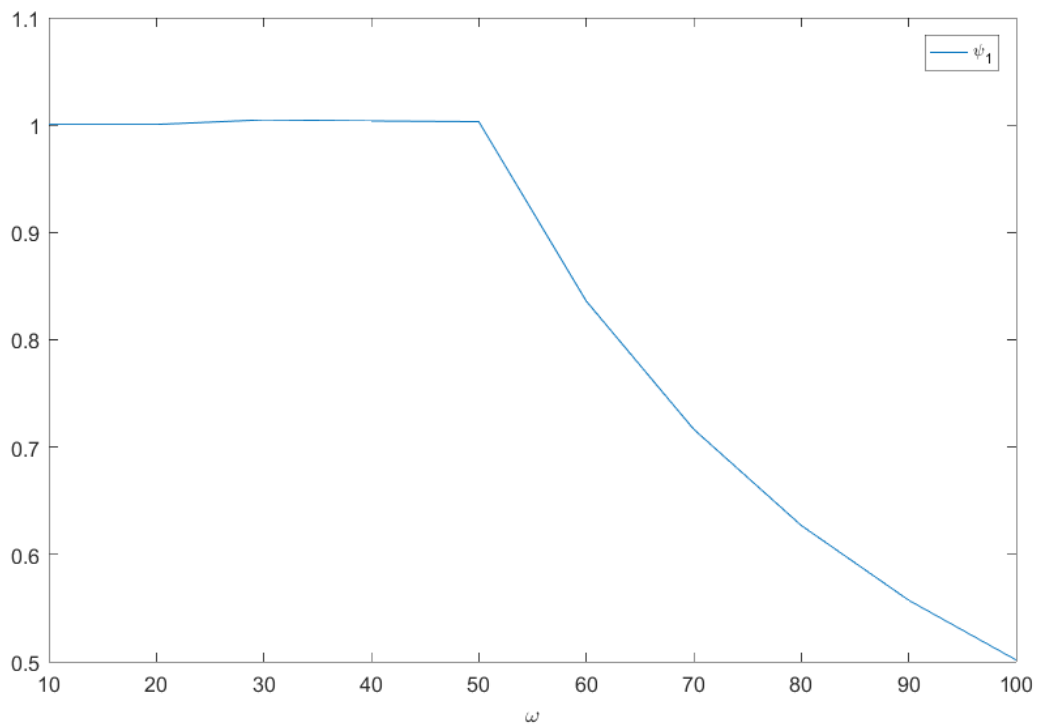
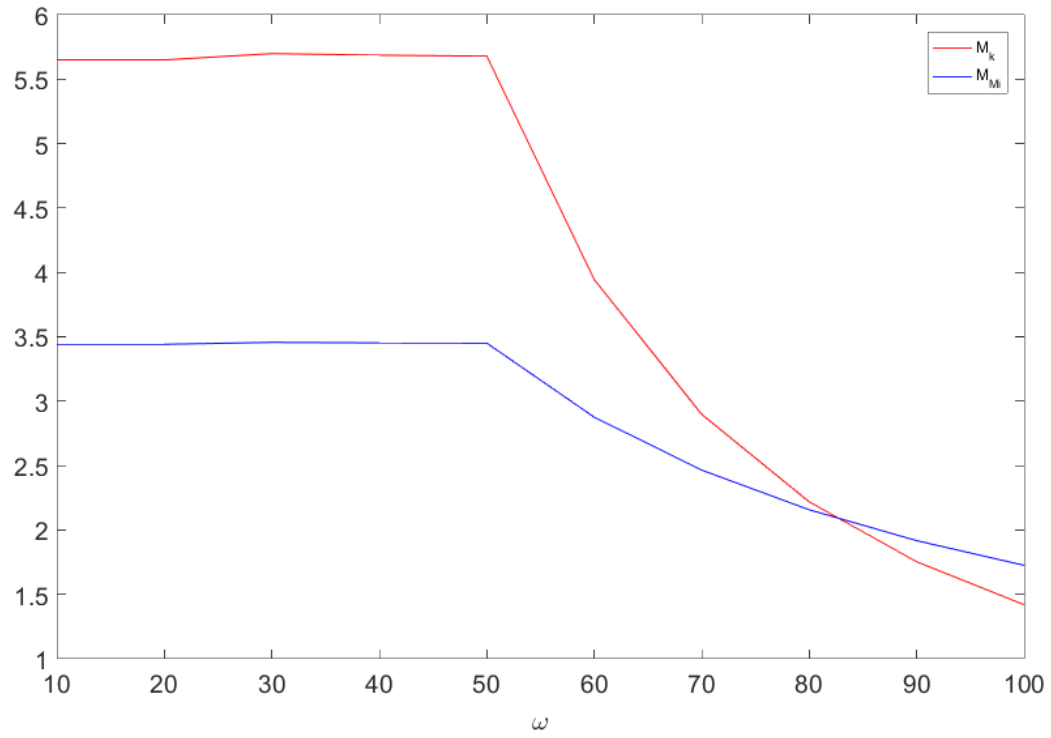

Abbildung 6.1: Betrag der Statorflussverkettung  $\psi_1$
Abbildung 6.2: Verlauf Kippmoment  $M_k$  und Motormoment  $M_{Mi}$
b) In Abb. 6.1 ist der Verlauf des Betrags der Statorflussverkettung  $\psi_1$  zu sehen. Außerdem ist das Kippmoment des Motors in Abb. 6.2 dargestellt.
c) Das Motormoment  $M_{Mi}$  wird folgendermaßen berechnet und ist in Abb. 6.2 dargestellt.